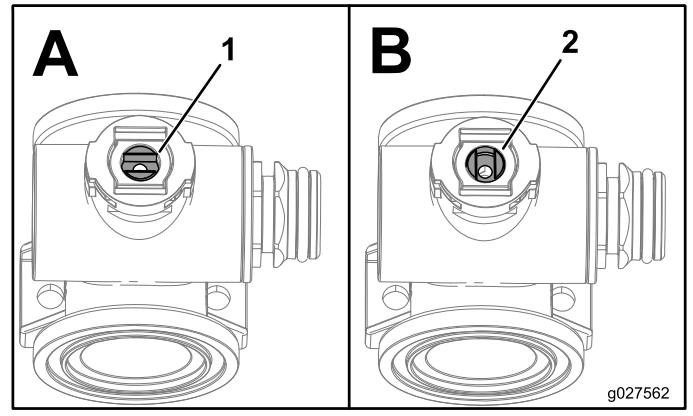

Figura 139
- Posicione a haste da válvula de forma a que fique na posição fechada (Figura 139).
3. Rode a haste da válvula de forma a que a esfera fique na posição ABERTA (Figura 139).
- Rode o conjunto da haste da válvula para que fique fechada (Figura 139).